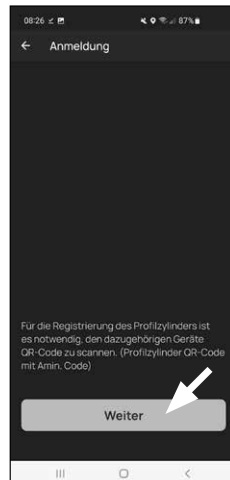
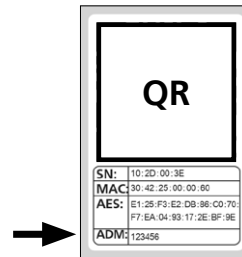

Abb. 3
Abb. 4
- 3 Sie erhalten eine Aufforderung, den mitgelieferten QR-Code des Zylinders mit der Kamera des Smartphones einzuscannen (Abb. 3). Der QR-Code befindet sich auf dem Aufkleber, welcher der Verpackung beiliegt (Abb. 4).
- ! **Achtung:** Dem Set liegen zwei Aufkleber mit QR-Codes bei, für Zylinder und Tastatur. Den hier benötigten QR-Code für den Zylinder erkennen Sie an dem Administratorcode unten auf dem Aufkleber, gekennzeichnet mit der Bezeichnung „ADM“ (Abb. 4).
- 4 Tippen Sie auf „Weiter“ (Abb. 3). Ggf. werden Sie aufgefordert, den Zugriff der App auf die Kamera zu bestätigen.